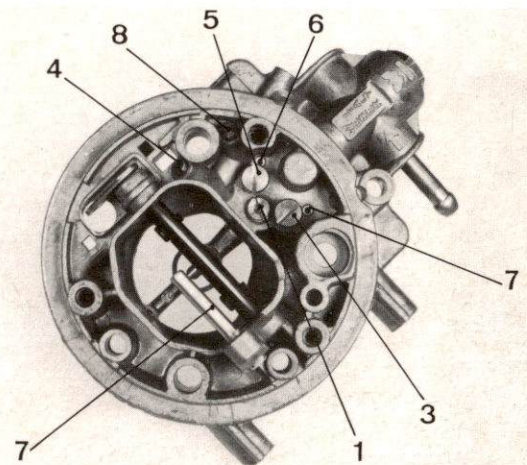

Abb. 19
- Die **Ausgleichsluftdüse** und das darunterliegende Mischrohr (Abb. 19) ausschrauben. Sowohl **Leerlaufdüsenträger** als auch **Zusatzleerlaufdüsenträger**, in welchen die entsprechenden Düsen untergebracht sind, abschrauben und herausnehmen. Verschlusschraube des Kanals, in dem die **Zusatzdüse des Hauptvergaser-systems** angeordnet ist, abschrauben und herausnehmen. Verschlusschraube des Kanals in dem die Leerlaufanreicherungsdüse des Leerlauf- und Übergangssystems angeordnet ist, abschrauben und herausnehmen.